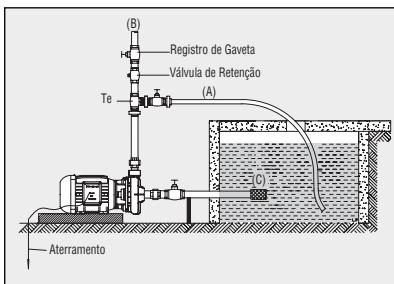

Figura 20 - Instalação Bomba MSA com sucção positiva
- 2) Para o correto funcionamento da bomba, quando bombeando água com sólidos em suspensão, recomendamos colocar um Tê no bocal de recalque: em uma das extremidades, conecte um registro e acople uma mangueira (item **A** da Figura 20), direcionando-a de volta ao local de sucção para misturar as partículas ao líquido a ser bombeado, e na outra extremidade, a tubulação de recalque (item **B** da figura 20). Cuide para que a mangueira de recirculação fique afastada da tubulação de sucção, evitando desta maneira, a formação de bolhas de ar. Instale, também, um pré-filtro
(tipo cesto) (item C da figura 20) na sucção, a fim de impedir a passagem de sólidos de diâmetros maiores que os especificados na Tabela 6.